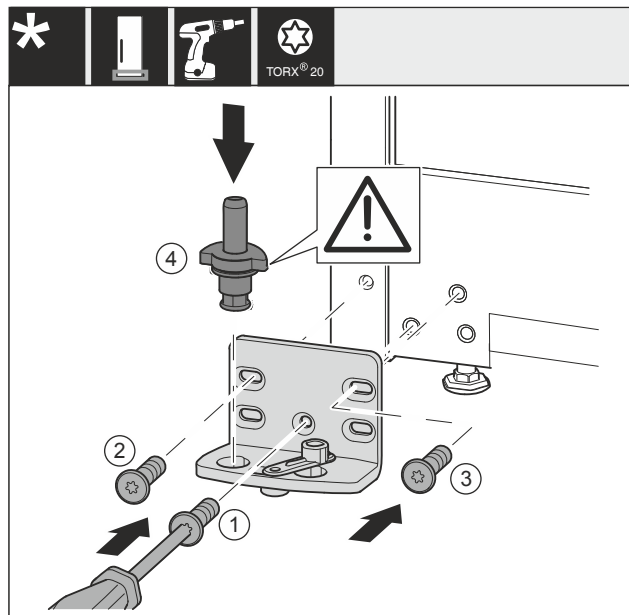

Fig. 37 *
- ▶ Påsæt hængslet på den anden side, og skru den fast med en skruetrækker. Begynd med skruen Fig. 37 (1) forned i midten.*
- ▶ Skru skruen Fig. 37 (2) og skruen Fig. 37 (3) fast.*
- ▶ Sæt lejeboltten Fig. 37 (4) helt ind. Sørg for, at låsekna- sten vender bagud.*